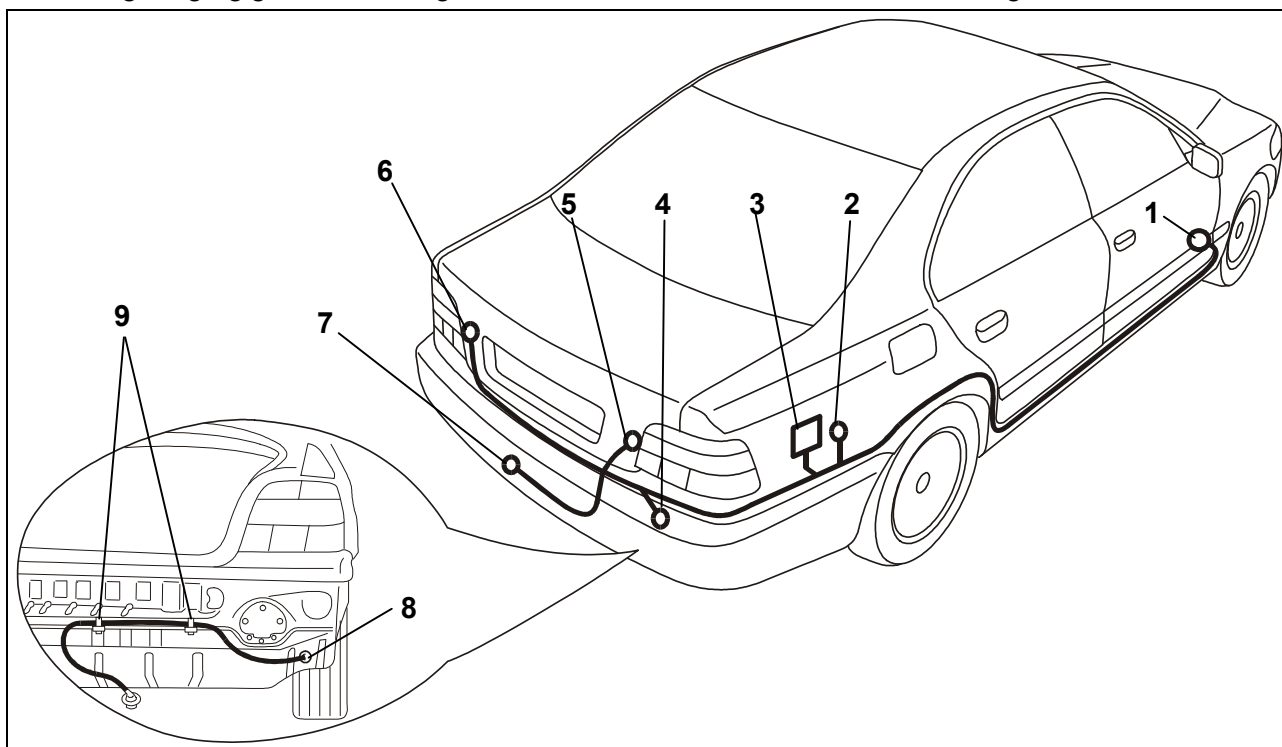

Abb. 1: Einbauübersicht
3. Heckabschlussblech am Körnerpunkt unterhalb der rechten Rückleuchte (Abb. 1/8 ) auf 40 mm aufbohren (Kabel-Durchführung).
4. Das Steckdosenende des Leitungsstranges durch die eingebrachte Durchführung, ausgehend vom Kofferraum, nach außen zum Steckdosenhalteblech (Abb. 1/7) verlegen. Den Leitungsstrang mit Kabelbindern (Abb.1/9) befestigen.
5. Die Gummitülle auf dem Leitungsstrang positionieren und in die Durchführung (Abb. 1/8) einsetzen.
6. Die braun und braun/weißen Leitungen an dem fahrzeugseitigen Massepunkt (Abb. 1/4) unterhalb der rechten Rückleuchte anschließen.
7. Den 15-poligen Stecker zur rechten Kofferrauminnenseite führen, Anhängermodul (Abb. 1/3) aufstecken.
9. Die Steckverbindung der blau/braunen Leitung zur rechten Rückleuchte (Abb. 1/5) verlegen.
11. Die Steckverbindung der blau/grünen Leitung zur linken Rückleuchte (Abb. 1/6) verlegen.
- Den 54-poligen Stecker am Lichtmodul (Abb.1/1) nahe der A-Säule durch Öffnen der weißen Steckverriegelung abziehen.
14. Die Flachsteckhülse dieser und der beiliegenden roten Einzelleitung in den Sicherungshalter (Abb. 1/2) einrasten und den gelben Clip einsetzen.